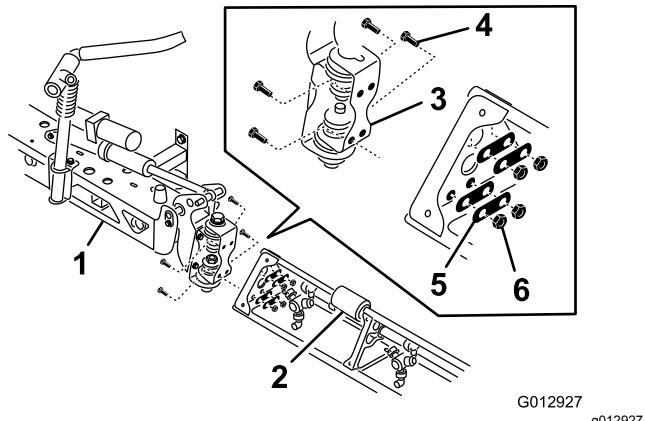

Figura 22
- 7. Instale la extensión del brazo en el brazo central, en la placa de pivot, usando los 4 pernos, las 4 arandelas y las 4 tuercas retirados en el paso 6, según se muestra en **Figura 22**.